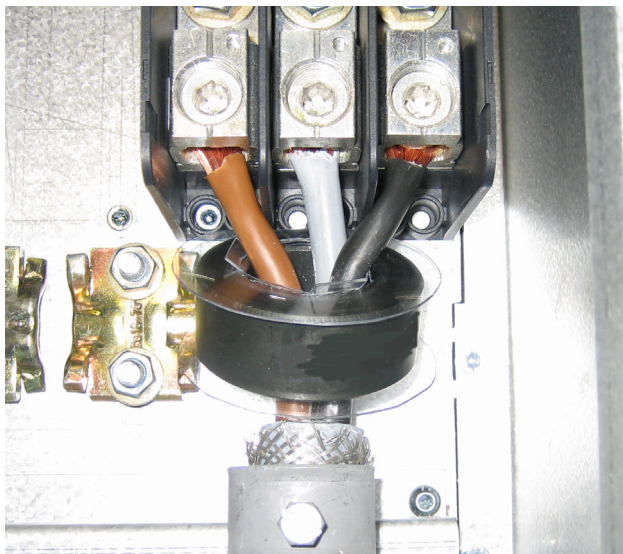

Рис. 49 Ферритовый сердечник установлен на кабелях двигателя
Защитное заземление (PE) и экран кабеля должны быть установлены снаружи сердечника, см. рис. 49.